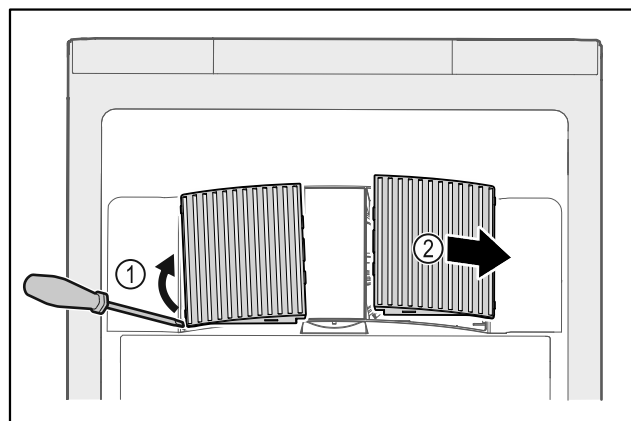

Fig. 46
- Pokrov ventilatorja previdno dvignite s strani Fig. 46 [1] in ga odstranite v smeri naprej Fig. 46 [2].